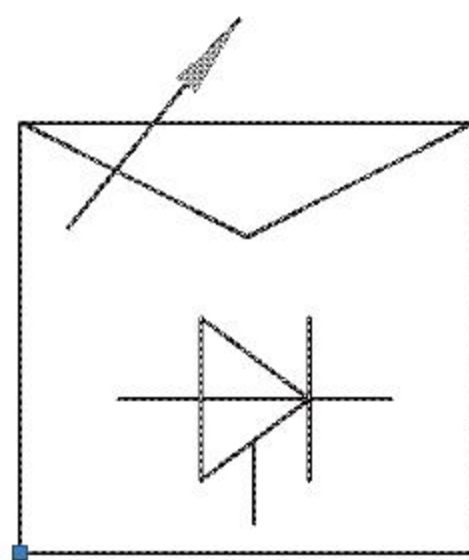

图7-8 创建块
**05** 单击【确定】按钮，完成普通块的创建，此时图形成为一个整体，其夹点显示如图7-8所示。